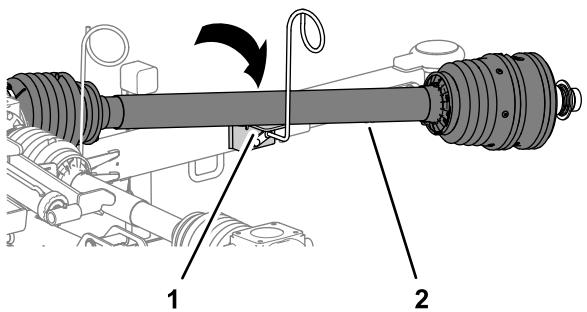

Figura 9
- Spostate l'albero di trasmissione della PDF sul supporto dell'albero di trasmissione della guida del flessibile (Figura 9).